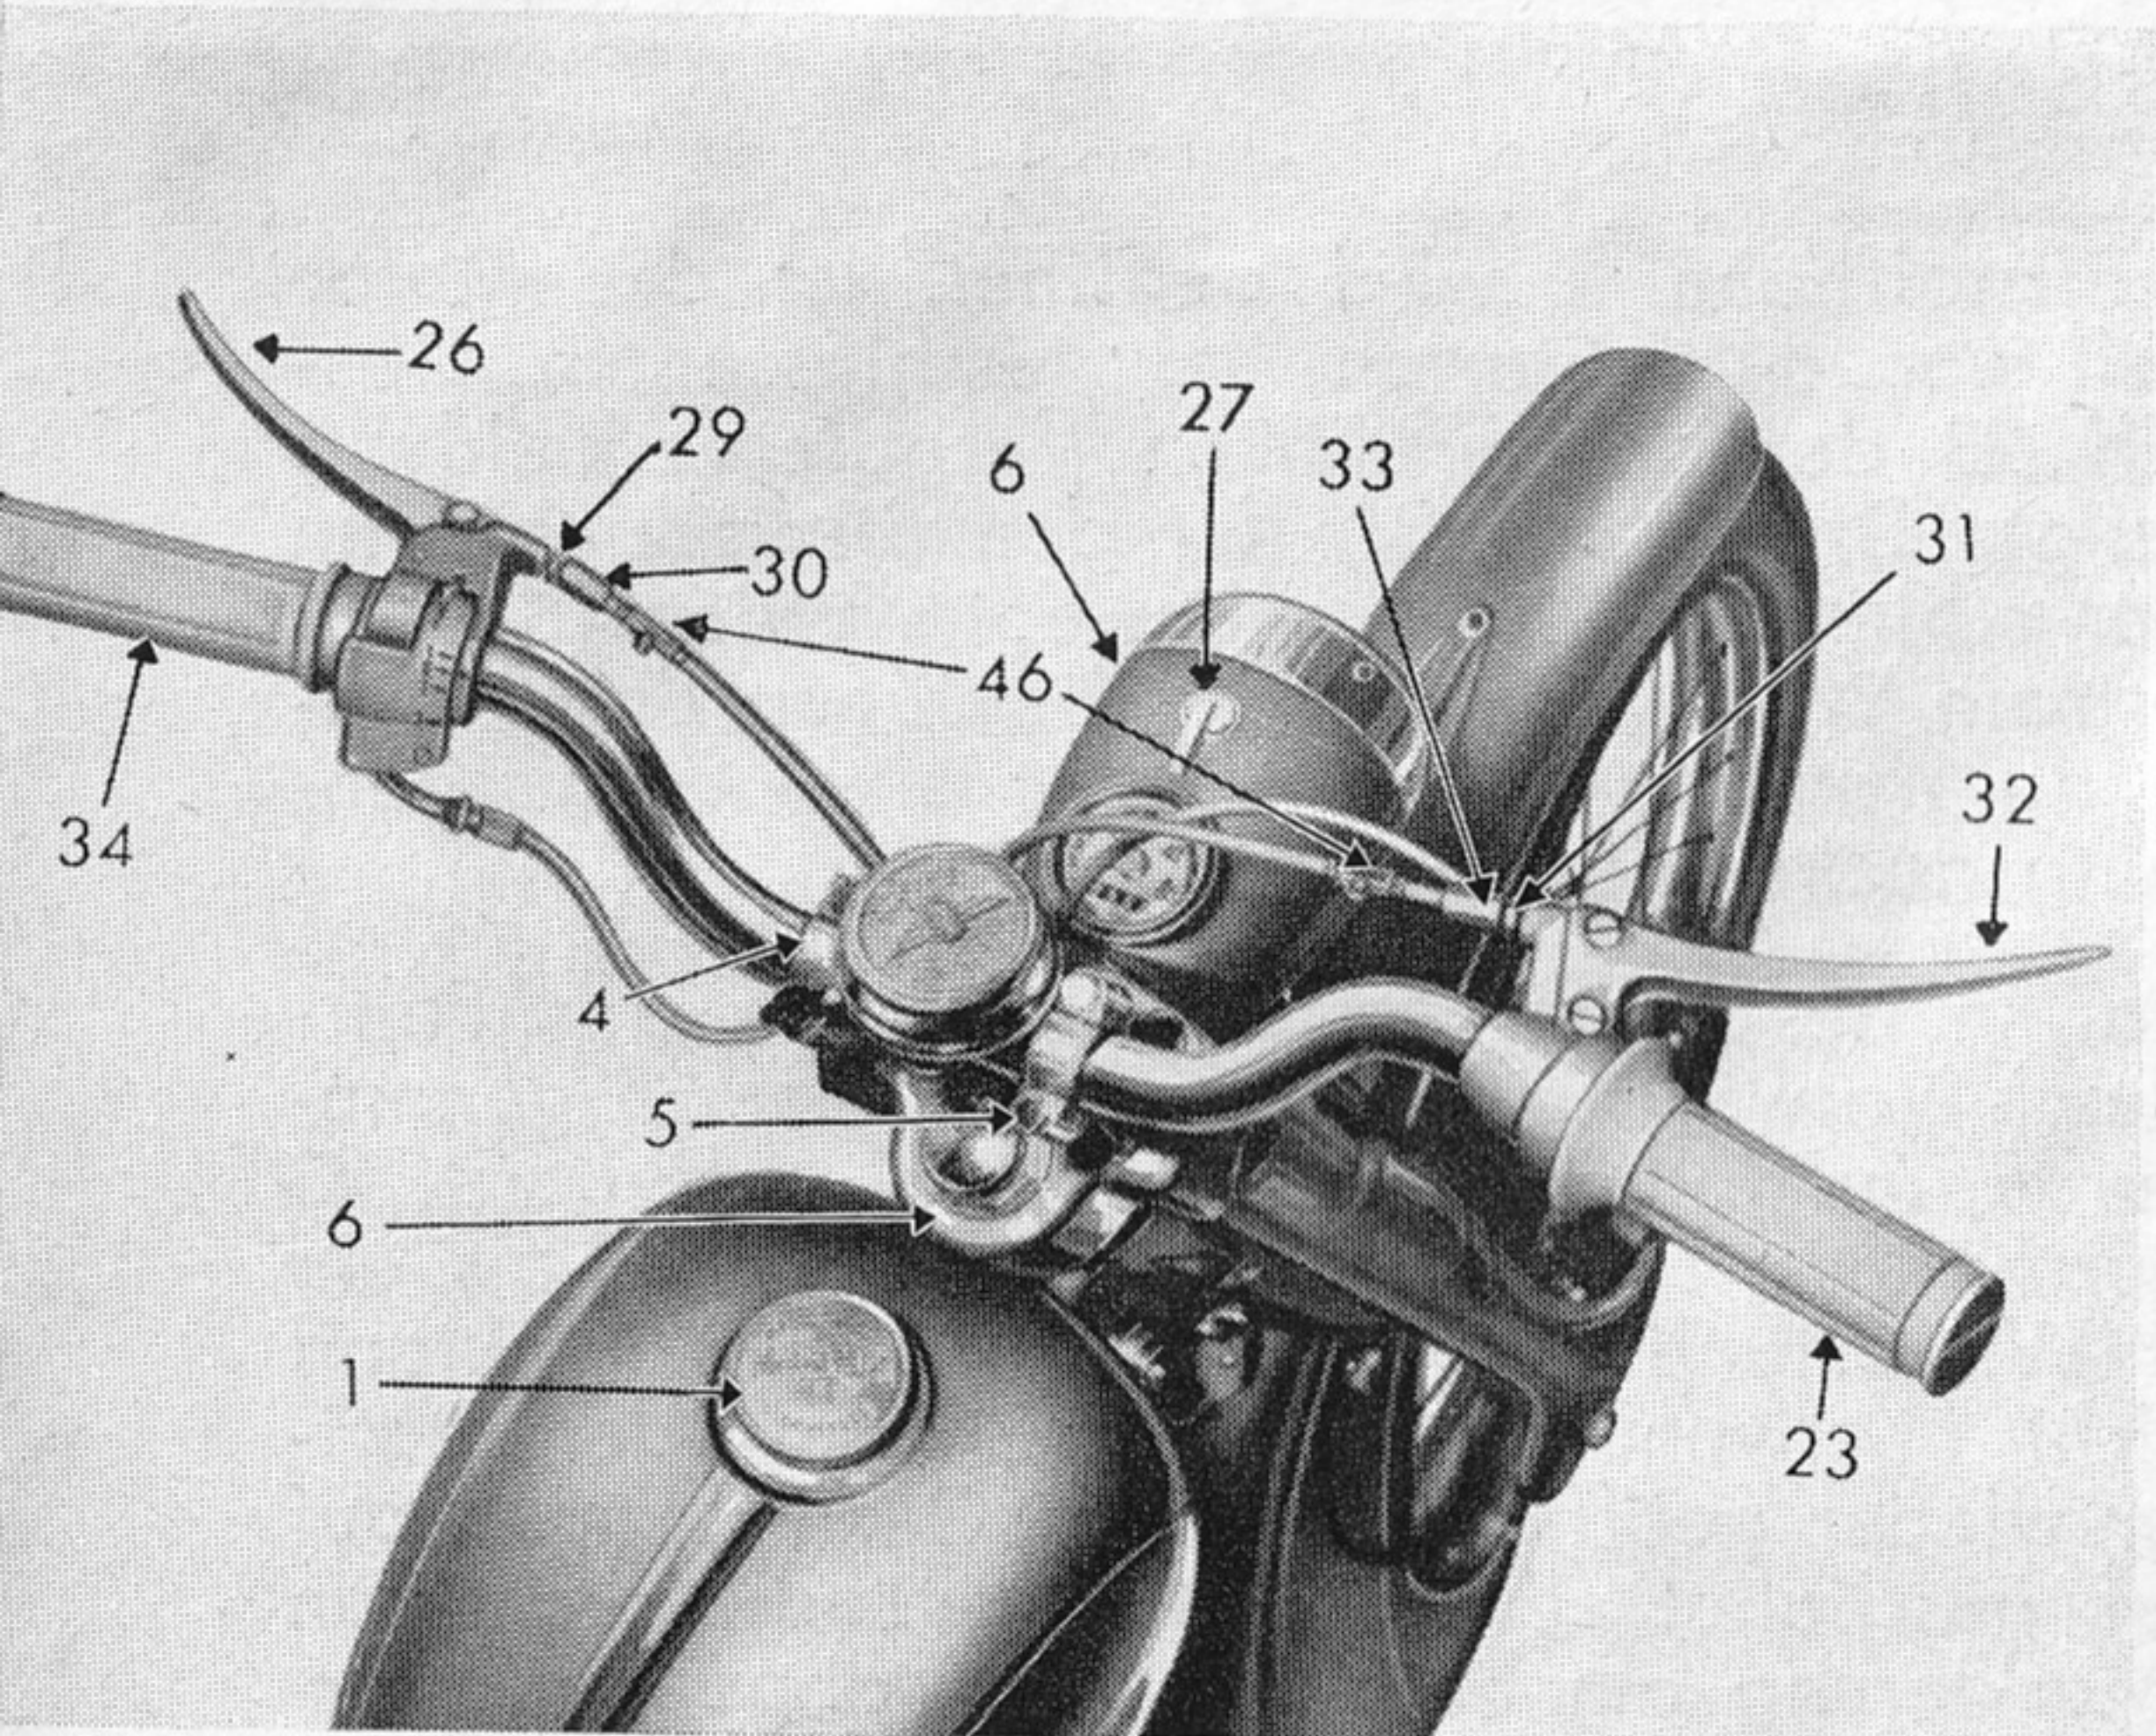

Bild 5
d) **Der Lenker** (Bild 5) der Combinette ist in zwei Lenkerhaltern 4 mit je einer Schelle gelagert und kann nach Lösen von vier Sechskantschrauben 5 nach vor- oder
### 3. Beleuchtung (Bild 5)
2. **Die Kupplung** soll nicht schleifen. Bei richtiger Einstellung hat der Handkupplungshebel 26 (Bild 5) beim Anziehen, also beim Auskuppelvorgang, etwas Spiel (toten Gang) und zwar ca. 1 cm am äußeren Hebelende. Das Spiel des Kupplungszuges wird dadurch nachgestellt, daß man die am Handkupplungshebel 26 anliegende Sechskantmutter 29 lockert und dann die Stellschraube 30 hinein- oder herausdreht. Hineindreihen vergrößert, Herausdrehen verkleinert das Spiel. Nach der Einstellung des Kupplungsspiels wird die Sechskantmutter 29 gegen den Schaltdrehgriff 34 wieder festgezogen. Reicht die Nachstellmöglichkeit nicht aus, ist in einer **Werkstatt** die Kupplung neu einzustellen.
11. **Alle Seilzüge** (Bild 5) müssen sich in ihren Hüllen leicht bewegen lassen und sind deshalb nach den 3 Inspektionen, bzw. nach Bedarf zu schmieren. Hierbei sind von den Einfüllstellen 46 die Hütchen abzunehmen. Nach dem Einspritzen eines dünnen Öles (z. B. SAE 40) die Hütchen wieder aufsetzen.